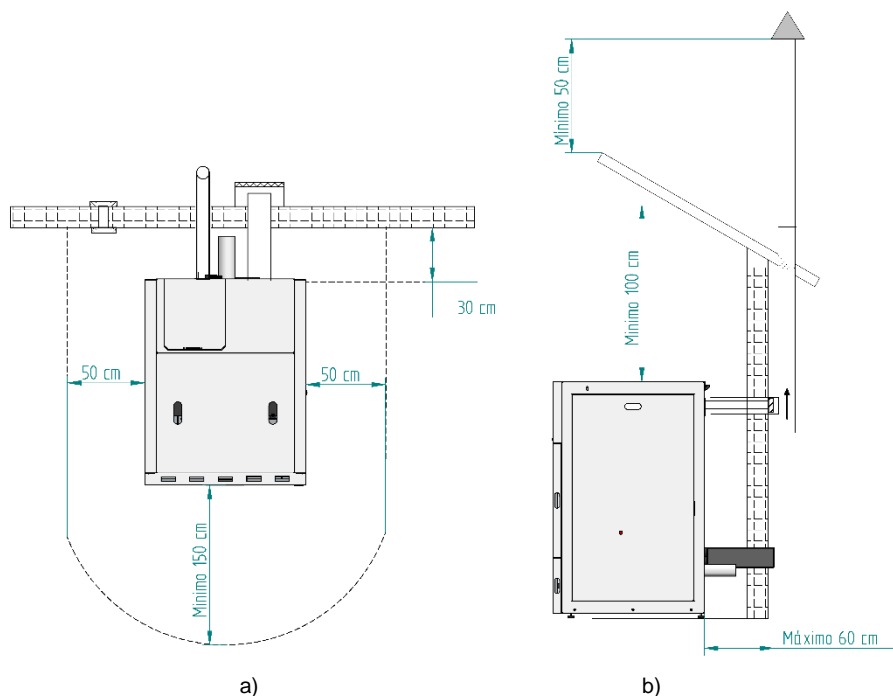

Figura 4 – Distancias mínimas de todas las superficies: a) vista superior de la instalación del equipo; b) vista lateral de la instalación del equipo.
En la figura 4 se representan las distancias mínimas de la caldera de *pellets* a las superficies que son especialmente inflamables.
- Según se indica en la figura 4, el conducto de extracción se debe realizar de modo que la limpieza y el mantenimiento estén asegurados mediante puntos de inspección.